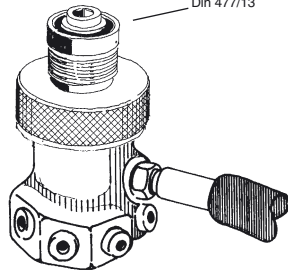

Fig. 1b
- Maximaldruck 200 bar (DIN-Anschluß 477/13) Abb. 1b.